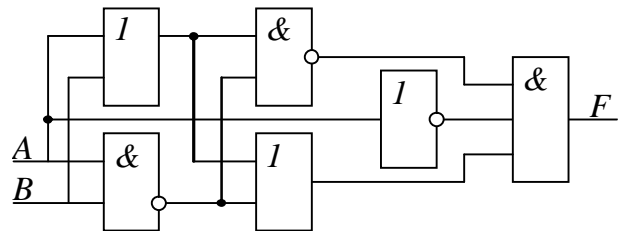

Рис. 13.11
**13.29.** Визначити стан сигналів на виході логічного пристрою, схема якого зображена на рис. 13.11, і записати логічне рівняння, яке описує його роботу, якщо  $A = 10101100$ ;  $B = 00110011$ .